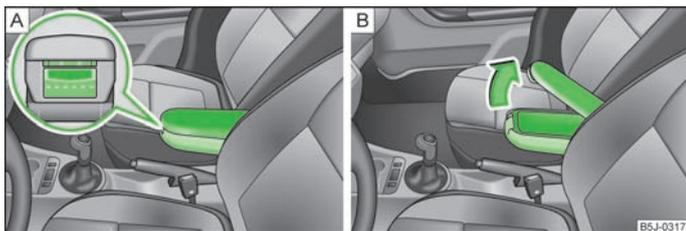

Abb. 65 Armlehne: Ablagefach / Ablagefach öffnen
- Die untere Taste an der Stirnseite der Armlehne drücken » Abb. 65 - [A].
- Die obere Taste drücken und den Deckel des Ablagefachs nach oben klappen » Abb. 65 - [B].